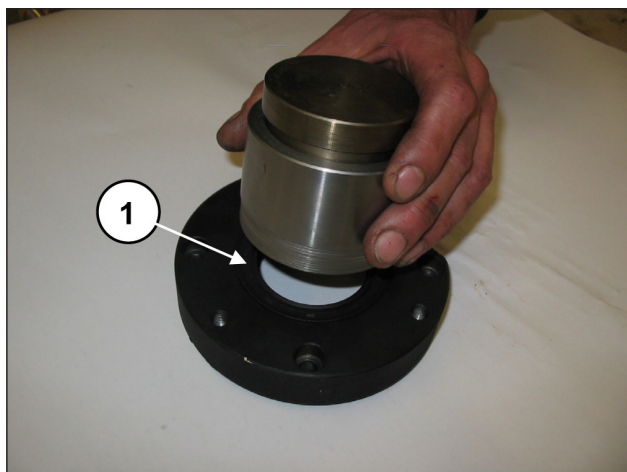

Fig. 63
Premontare i coperchi cuscinetto PTO destro e sinistro: Inserire l'anello di tenuta radiale all'interno del coperchio cuscinetto PTO mediante l'utilizzo dell'attrezzo cod. 27548200 (pos. ①, Fig. 63).